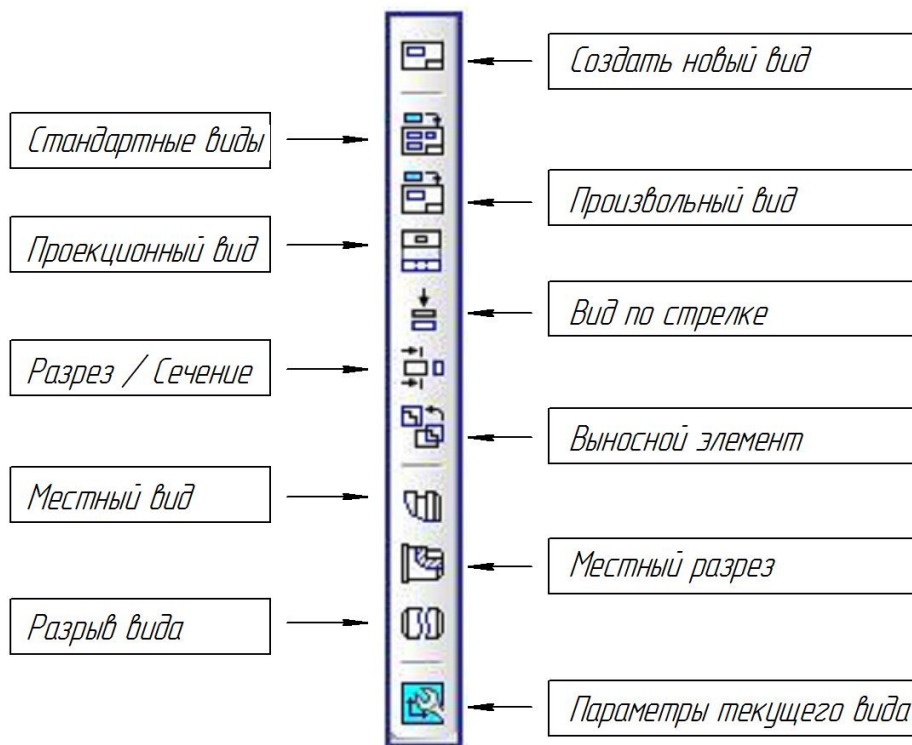

Рис. 4.36. Пиктограммы Инструментальной панели «Вид»
- ✓ Создать из твердотельной модели «Шкив» (рис. 4.36) чертеж с аксонометрическим изображением, используя команду **Создать новый чертеж из модели** .